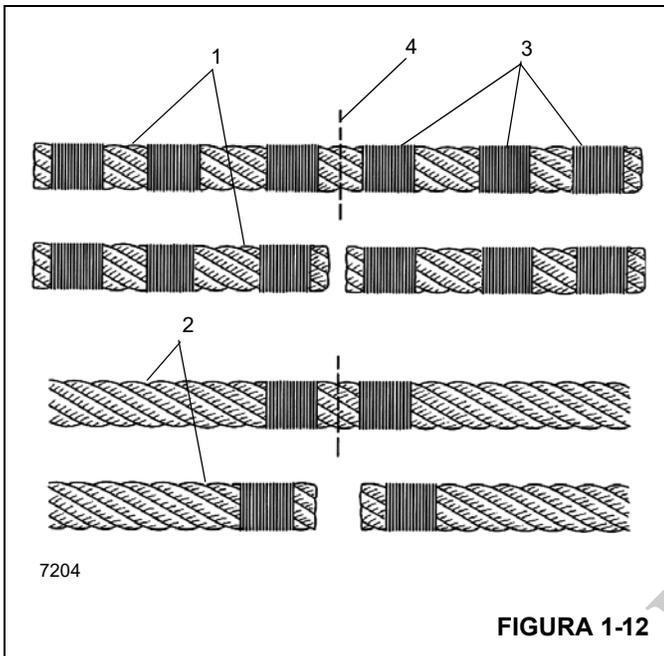

FIGURA 1-12
NOTA: Los cables no prefabricados (1) (Figura 1-12) deben tener tres sujeciones (3) ubicadas en cada lado del corte (4) comparado con el cable prefabricado (2).